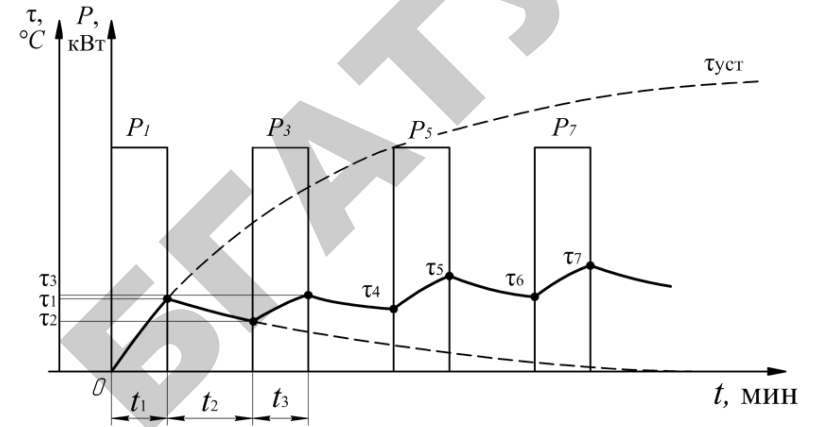

Рис. 17.3. Образец кривой нагрева и охлаждения электродвигателя в режиме S3
• к пункту 6 плана занятия. Построить нагрузочную диаграмму режима S3 в масштабе так, чтобы 60 минут соответствовало 120 мм (рис. 17.3).
По данным расчетов построить зависимость $\tau = f(t)$, как показано на рис. 17.3.